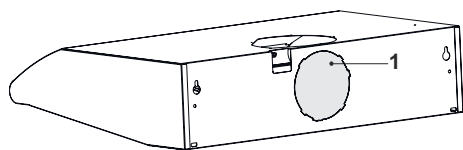

Fig. 18
4. ➔ Knacka försiktigt på plattan så att den lossnar. Fig. 18.